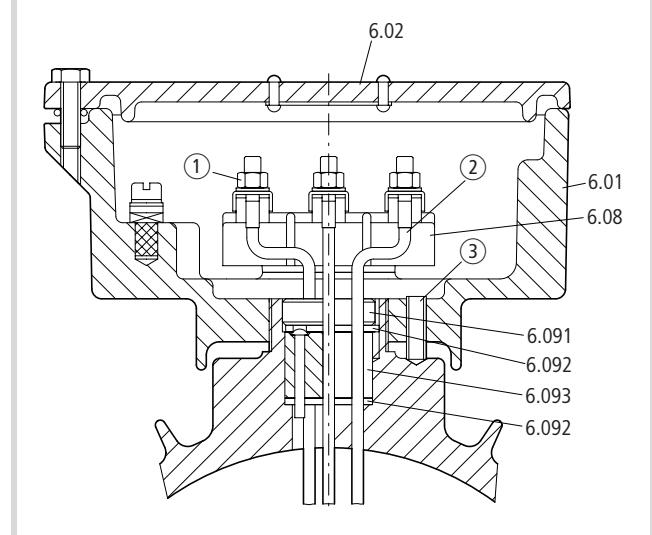
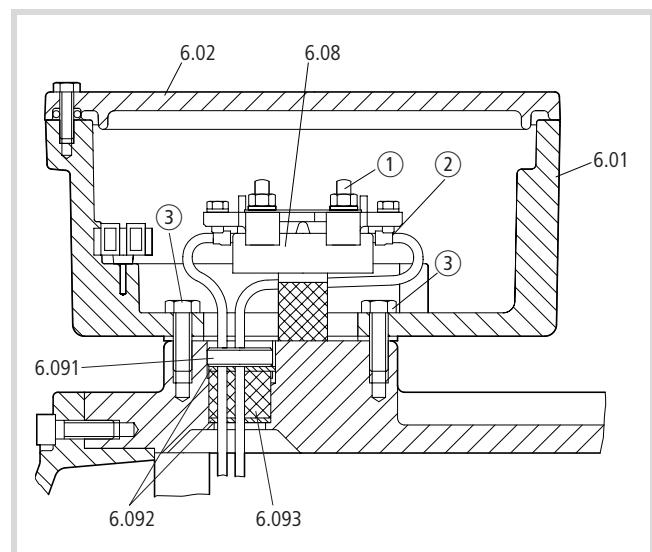

Abbildung 12: Anschlüsse von Klemmenplatte (6.08) lösen
Abbildung 13: Anschlüsse von Klemmenplatte (6.08) lösen
- Lösen Sie die Anschlüsse ① (→ Abb. 12) von der Klemmenplatte (6.08).
► Drehen Sie den Gewindestift ③ soweit heraus, bis sich der Klemmenkasten leicht drehen lässt.
- Lösen Sie die Anschlüsse ① (→ Abb. 13) von der Klemmenplatte (6.08).
- Lösen Sie die Anschlüsse ① (→ Abb. 12, Seite 11 und Abb. 13, Seite 11) an der Klemmenplatte (6.08).
- Trennen Sie die Wicklungsleitungen direkt am Kabelschuh ab ②.